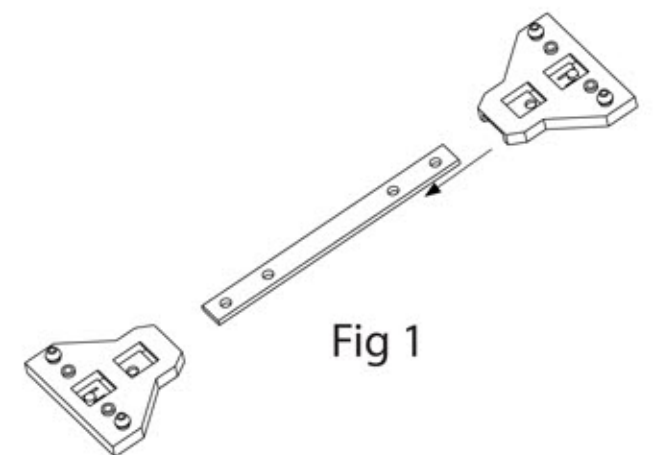
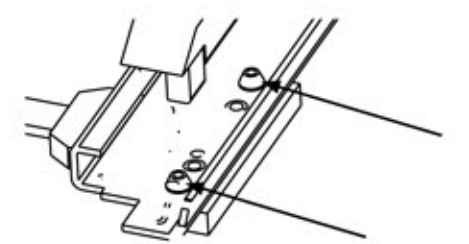

Fig 1
Fig 1b
- 1) Assemble the mounting straps (Fig 1) and attach them to the Blum Tandem slides by snapping the plastic feet into the appropriate holes. (See Fig 1b)
- 1) **Ensamblar los tirantes de montaje (Fig.1) y sujételos a las guías Blum Tandem hasta que escuche un chasqueo poniendo las patas de plástico en los orificios apropiados.**
Assemble les fixations pour les coulisses (Fig. 1) et les fixer aux coulisses Blum Tandem faisant claquer les pattes en plastic sur les trous appropriés.